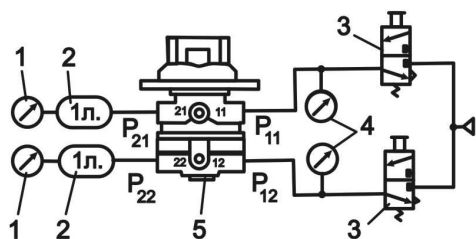

Рис. 6-21 Схемы подключения тормозного крана при испытаниях
7. Подсоединить кран к системе сжатого воздуха в соответствии со схемой испытаний (рис. 6-21).